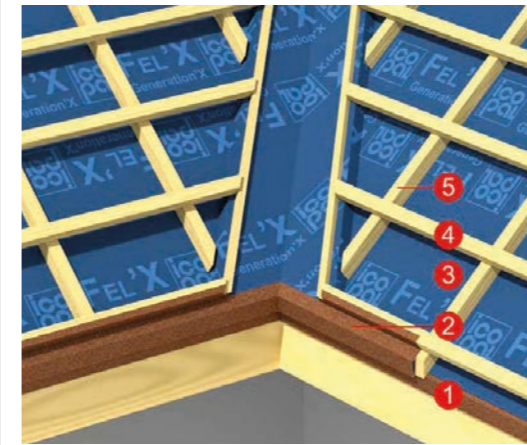

рис. 15
7.4.3. В области ендовы карнизную планку подрезают таким образом, чтобы не создавалось препятствий для свободного отвода воды по водосборному элементу ендовы (рис. 15).